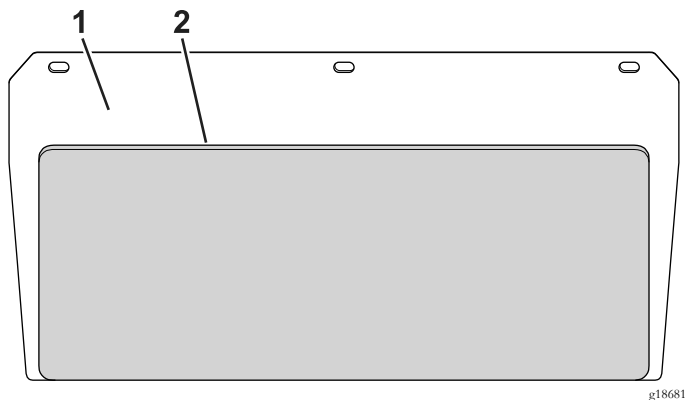

Figura 9
4. Retire a parte posterior e aplique o resguardo do painel traseiro, centrado, no lado do motor do painel traseiro (Figura 9).